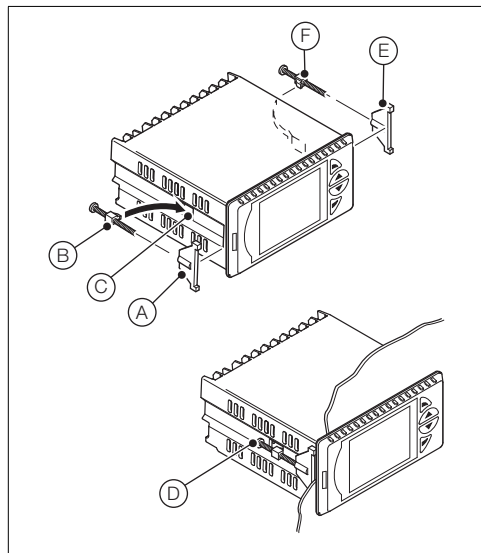

Fig. 4.8 Detalles del montaje
3. Consulte la Fig. 4.8:
- a. Sitúe la abrazadera superior del panel (A) en la parte frontal superior de la cubierta contra el panel.
- b. Coloque el anclaje de la abrazadera del panel (B) en la ranura (C).
- c. Apriete el tornillo del anclaje de la abrazadera del panel (D) hasta que la abrazadera (A) se encuentre correctamente fijada al panel.